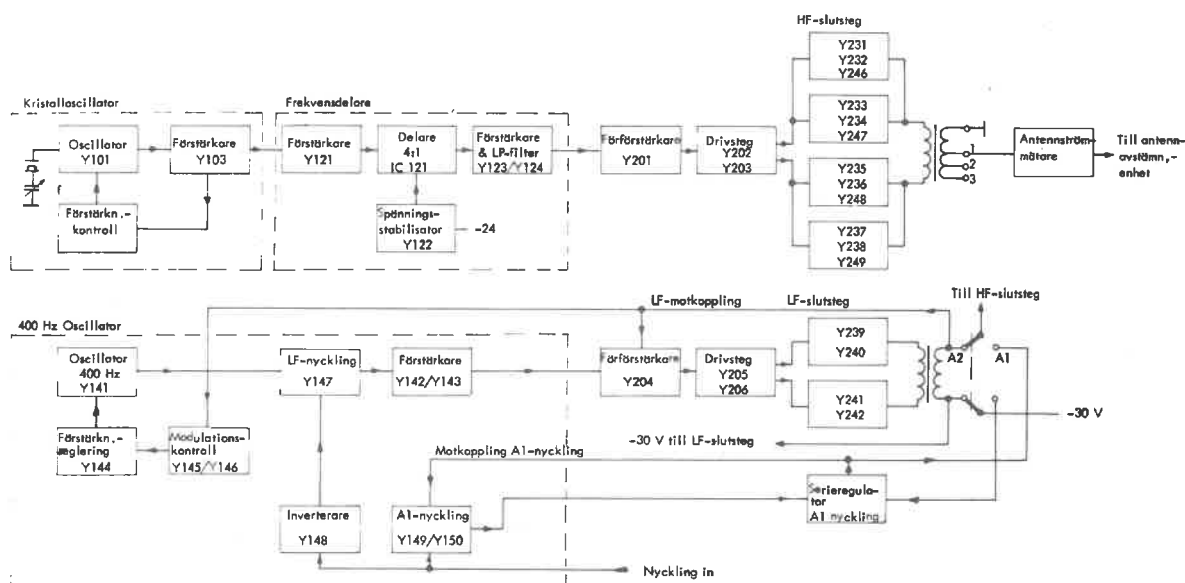

Bild 14. Blockschemat över sändarenheten
Blockschema: se bild 14
Se bild 14 och bilaga (11)